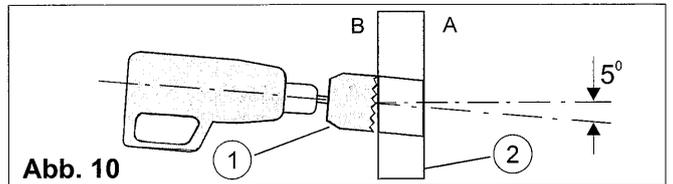

Abb. 10
(siehe Abbildung 10)
1. Die Position des Lochs gemäß der Schlauchverlegung auf der Wand markieren, so wie in Abbildung 10 angezeigt; mit einem 5° abfallenden Winkel bohren.